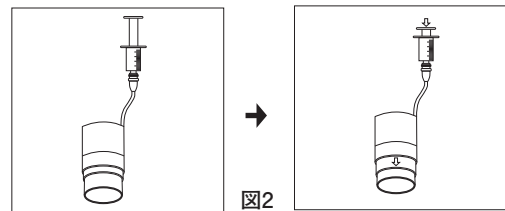

図2
- 送気コネクタにシリンジ (空気駆動用) を接続し、約3mLの空気を一気に注入する。そのときスライド筒が前方に突出することを確認すること。(図2)